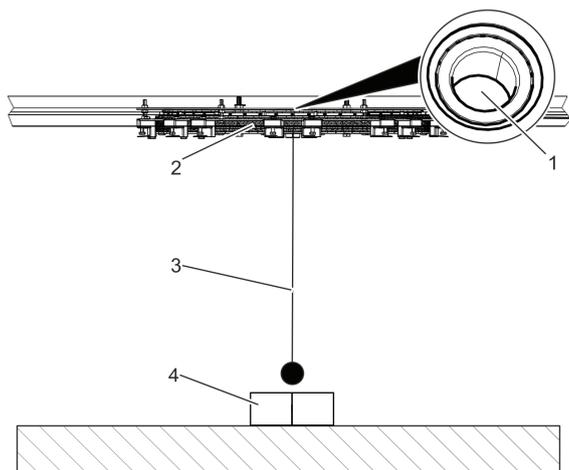

Рис. 62 Выравнивание привода
2. Выровнять корпус подшипника (рис. 62/4) относительно центра оси ограждений цилиндрической формы и отметить положения установочных отверстий на полу.
6. Выровнять корпус подшипника (рис. 62/4) на шпильках.
Установить корпус подшипника (рис. 62/4) с помощью крепежных винтов. При этом необходимо контролировать моменты затяжки винтов.
8. Вставить поставляемый отвес сверху в центр привода (рис. 62/1).
9. Пропустить отвес со шнуром (рис. 62/3) сверху через центр привода (рис. 62).
10. Опустить отвес со шнуром (рис. 62/3) через корпус подшипника (рис. 62/4), как показано на рис. 62.
11. Дать отвесу со шнуром (рис. 62/2) остановиться над корпусом подшипника (рис. 62/3).
12. Выровнять привод (рис. 62/2) относительно корпуса подшипника (рис. 62/3), используя отвес со шнуром (рис. 62/4).
13. Убрать отвес со шнуром (рис. 62/3) и приспособление с отвесом из центра привода (рис. 62/1).
15. Установить вилы автопогрузчика под привод (рис. 62/1).